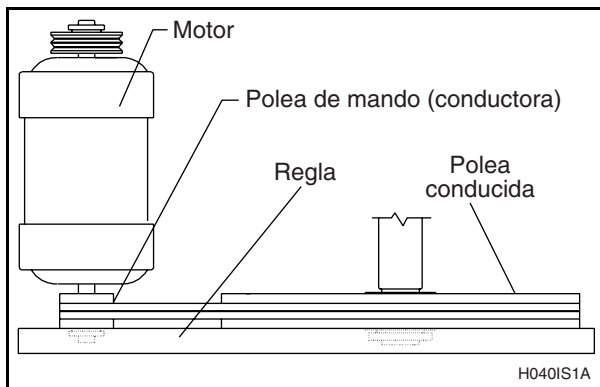

Figura 50
- b. En sistemas impulsados por polea de garganta, verifique la alineación colocando una regla entre ambas caras de la polea. El objeto deberá hacer contacto con las poleas en cuatro lugares. Vea la Figura 50.